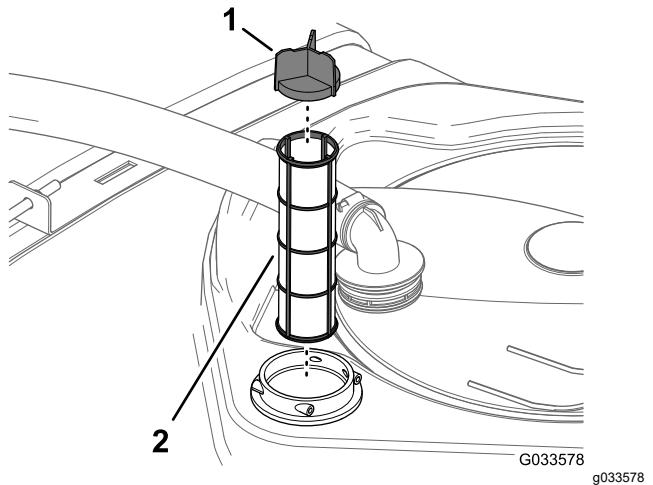

Figura 89
4. Retire el filtro de aspiración usado del alojamiento del filtro del depósito (Figura 89).